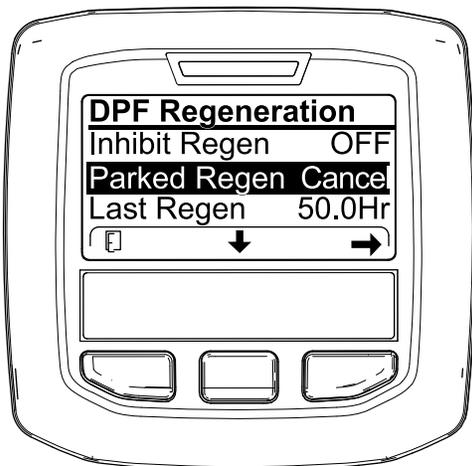

Bild 60
1. Zugreifen auf das Menü für die Regenerierung des Dieselpartikelfilters (Bild 60)
2. Drücken Sie die mittlere Taste, um auf die Option PARKED REGEN. CANCEL (Bild 60) oder RECOVERY REGEN. CANCEL zu navigieren (Bild 61).
3. Drücken Sie die rechte Taste, um den Eintrag „Regen. Cancel“ auszuwählen (Bild 60 oder Bild 61).